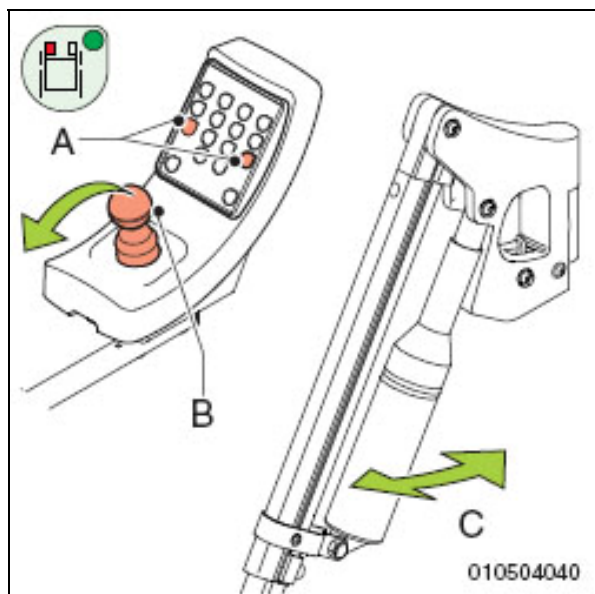

Bild 3.20
- På styrenhetens kontrollpanel trycker du på den symbol för inställning av benstödet vinkel (A på bild 3.20) som gäller den vinkel (C på bild 3.20) som ska ställas in. Lampan på den inställda symbolen ska nu lysa.
- Rör styrspaken (B) framåt för att flytta benstödet (C) uppåt eller nedåt för att flytta benstödet nedåt.